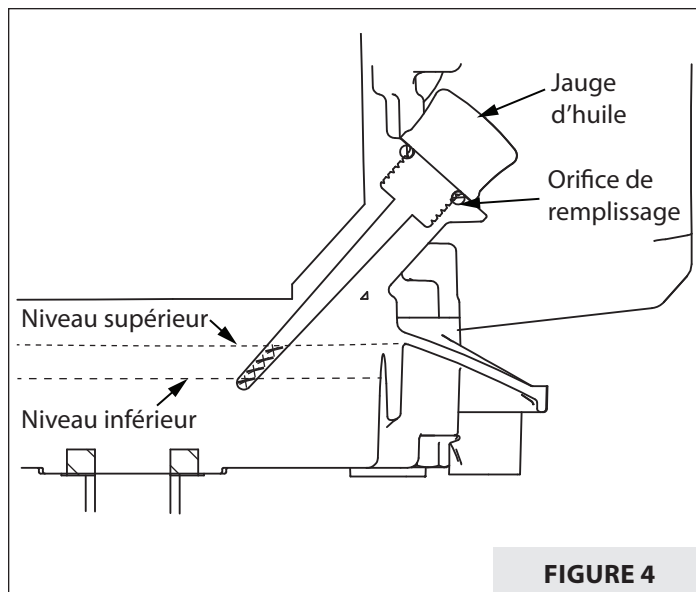

FIGURE 4
1. Retirer la jauge d'huile. Remplir le carter jusqu'au repère de remplissage **MAXIMUM** sur la jauge. **NE PAS TROP REMPLIR. VOIR FIGURE 4.**